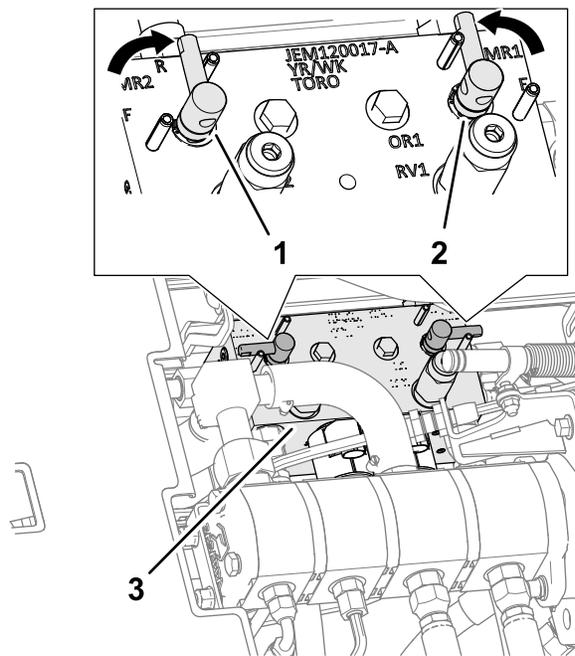

图 105
4. 松开并升起座椅露出剪草机歧管 图 105。
5. 将倒磨控制杆移至 R 倒磨位置 图 105。